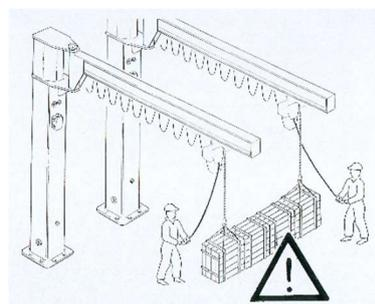

fig. 83
- **NUNCA** utilice simultáneamente dos grúas para elevar la misma carga (fig. 83).